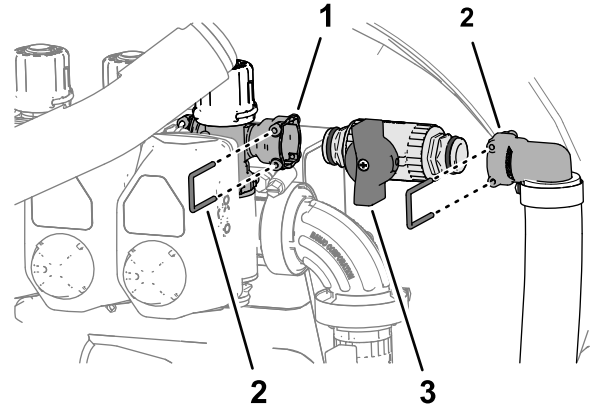

Figure 62
raccord rapide femelle de la soupape de dérivation de section droite, et détachez le raccord rapide femelle de la vanne (Figure 62).
- B. Retirez l'étrier qui fixe le raccord rapide mâle de la vanne de coupure au raccord rapide femelle du raccord à 90° cannelé, et détachez le raccord rapide femelle de la vanne (Figure 62).